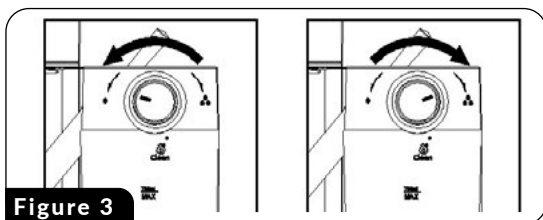

Figure 3
**ATTENTION! Avant de préparer le café CAPPUCCINO, réglez la quantité de lait mousseux selon vos préférences en tournant le bouton de dosage (23) vers la gauche pour plus de mousse ou vers la droite pour moins de mousse (fig.3). Vous pouvez également régler l'intensité de la mousse pendant le processus de moussage.**
**ATTENTION! Avant de préparer votre café LATTE, réglez la quantité de lait mousseux selon vos préférences en tournant le bouton de dosage (23) vers la gauche pour obtenir plus de mousse ou vers la droite pour réduire la quantité de mousse (fig.3). Vous pouvez également régler l'intensité de la mousse pendant le processus de moussage.**
1. Placez le filtre sélectionné (13) dans la gourde (10), remplissez-la de café et installez la gourde dans la machine à café.
2. Assurez-vous qu'il y a la bonne quantité d'eau dans le réservoir d'eau (15) et la bonne quantité de lait dans le réservoir de lait (19).